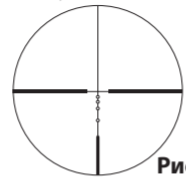
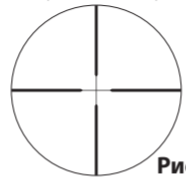
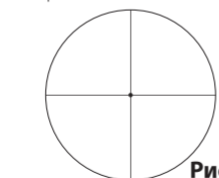
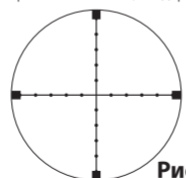

Рис. 3-4
Рис. 3-5
Рис. 3-6
Рис. 3-7
(2) Фокусировка
- 1 Посмотрите в окуляр так, чтобы глаз находился на расстоянии примерно 10 см (4 дюйма) от линзы окуляра, и была видна визирная сетка BDC (Рис. 3-4), визирная сетка Duplex (Рис. 3-5), визирная сетка Fine Crosshair w/Dot (Рис. 3-6) или визирная сетка Mildot (стандарт MIL) (Рис. 3-7). Глаз должен смотреть по центру окуляра и с правильным выносом выходного зрачка, иначе изображение будет выглядеть «затемненным».
(3) Увеличение
Зажмите кольцо регулировки пальцами (во избежание смещения отрегулированного кольца со шкалой) и с помощью прилагаемого шестигранного ключа поворачивайте винт в верхней части кольца регулировки против часовой стрелки **1** до полного выхода винта. Затем снимите кольцо регулировки (Рис. 3-5).